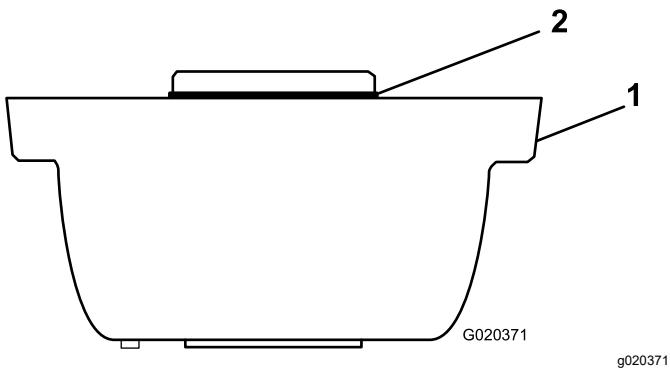

Bild 3
1. Fetten Sie den O-Ring leicht ein und stellen Sie sicher, dass der O-Ring auf das Rollenbürstengehäuse aufgelegt ist (Bild 3).